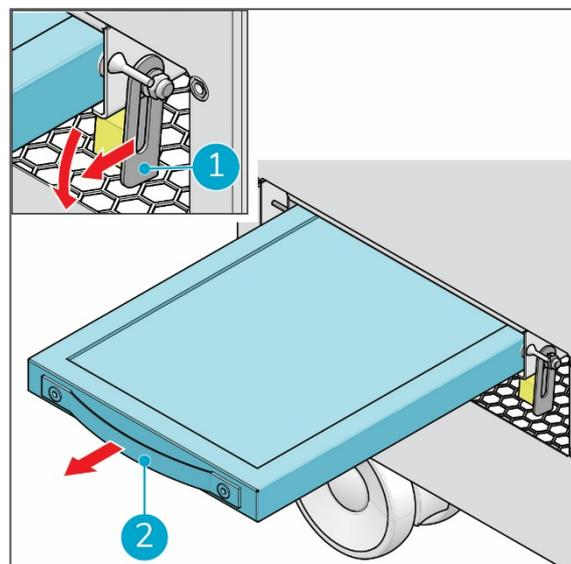

Figure 18
3. Tirez le verrou du filtre (Figure 18, pos. 1) vers l'avant, puis poussez-le vers le bas.
4. Prenez le préfiltre à charbon par la poignée située à l'avant du filtre (Figure 18, pos. 2) et retirez-le délicatement du compartiment.